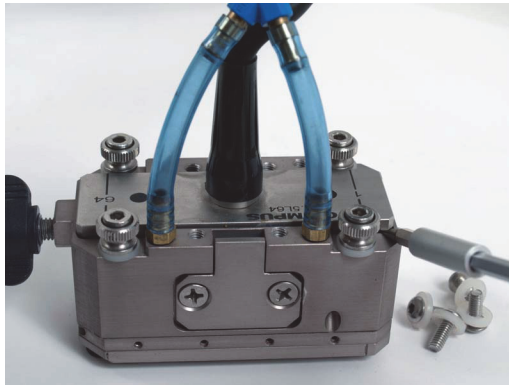
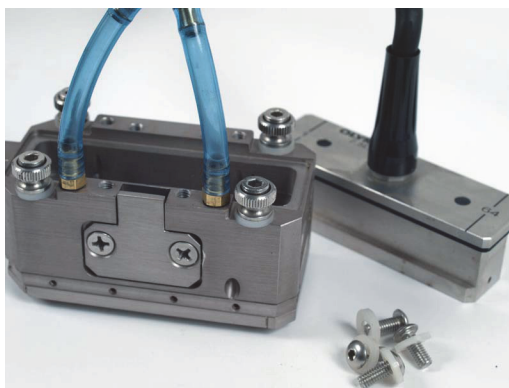

Рис. 3-2 Извлечение ПЭП из держателя
Рис. 3-3 Преобразователь извлечен из держателя
2. Извлеките преобразователь из держателя с помощью плоской отвертки (см. Рис. 3-2 на стр. 46 и Рис. 3-3 на стр. 46).